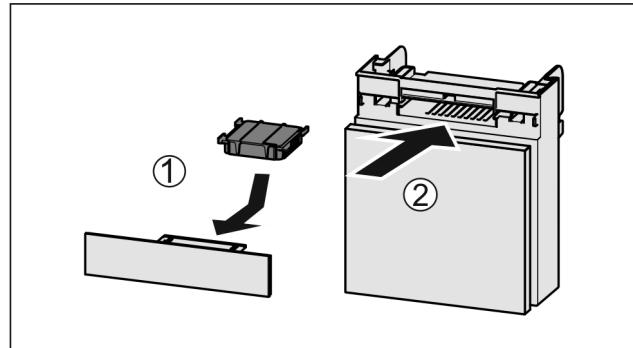

Fig. 89
- Aktivkohlefilter nach Abbildung einsetzen Fig. 89 (1).
► Fach einschieben Fig. 89 (2).